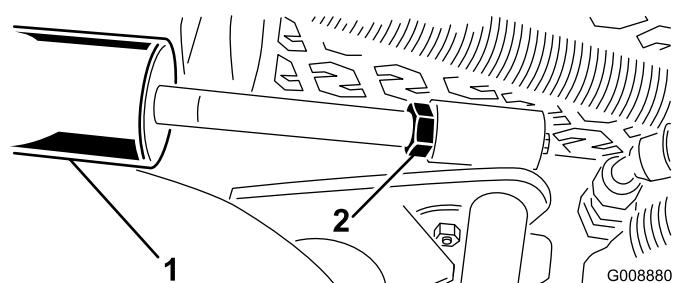

**Figura 28**
3. Avviate il motore, alzate i bracci di sollevamento e controllate per garantire che il gioco tra la fascia di usura sopra la barra antiusura dell'apparato di taglio posteriore e la fascia paracolpi sia compreso tra 0,51 e 2,54 mm come mostrato in Figura 28.